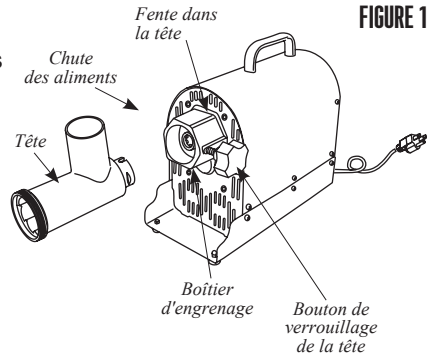

FIGURE 1
1. Insérer la tête dans le boîtier d'engrenage avec la chute des aliments faisant face toute droite. Il faut aligner la fente de la tête avec la goupille à l'intérieur du boîtier d'engrenages. S'assurer que la tête est correctement logée dans le boîtier d'engrenages (FIGURE 1).